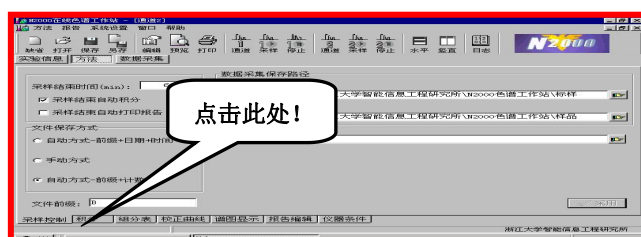

图 1-5
4.3.1 用鼠标点击方法菜单，即可进行实验方法的编辑，如图 1-5 所示。